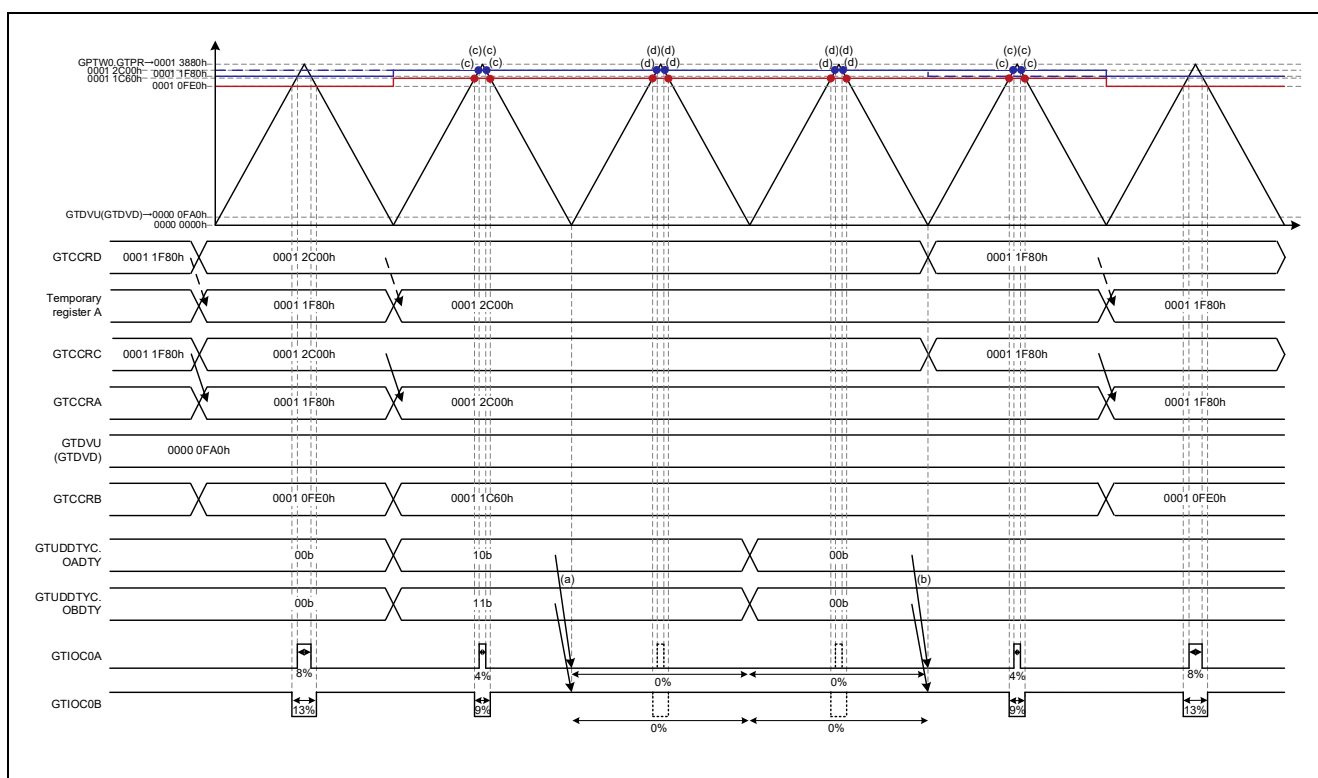
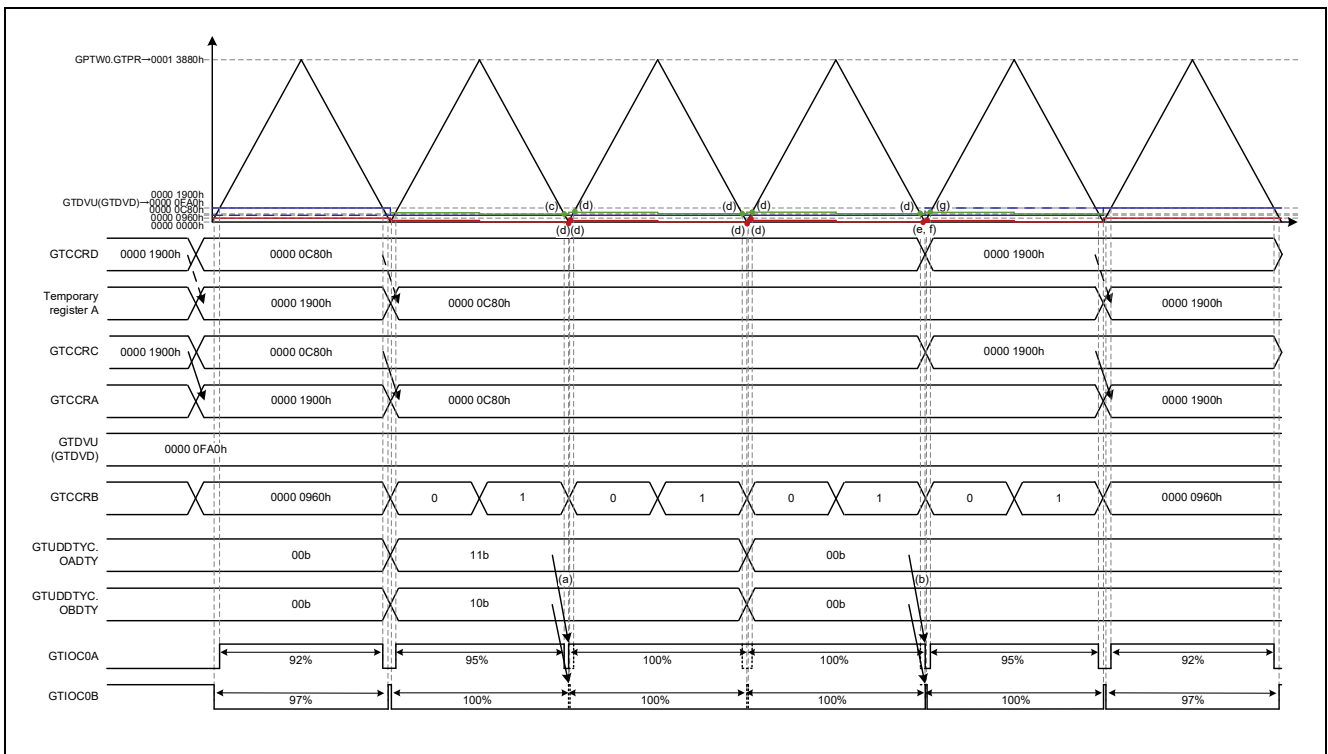

図 4-7 サンプルコードの動作 (0%近傍、Duty : 8% → 4% → 0% → 0% → 4% → 8%)
図 4-8 サンプルコードの動作
- Duty の変更タイミングの詳細は図 4-7、図 4-8を参照
三角波 PWM モード 3 でアンダフロー発生時 (谷) にバッファレジスタと GTUDDTYC レジスタを書き換えます (図 4-7)。
三角波 PWM モード 3 でアンダフロー発生時（谷）にバッファレジスタと GTUDDTYC レジスタを書き換えます（図 4-8）。